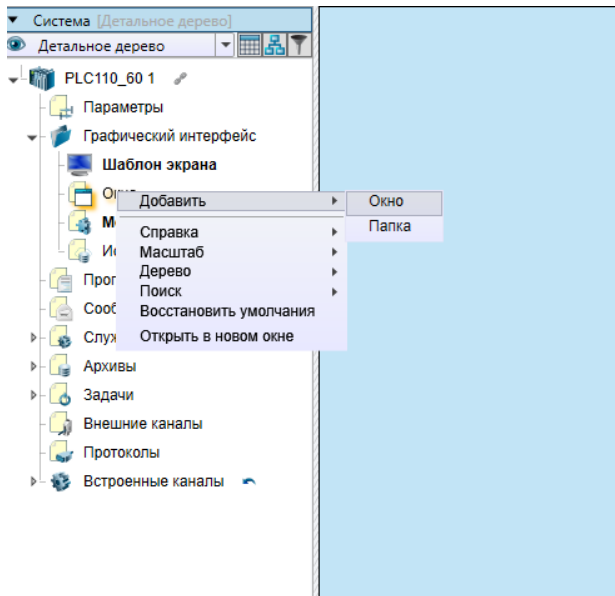

Рисунок 4.4
1. В поле «Система» раскрыть меню для ПЛК и выбрать «Графический интерфейс» и, кликнув правой кнопки мыши по иконке «Окна», добавить окно (рисунок 4.4);